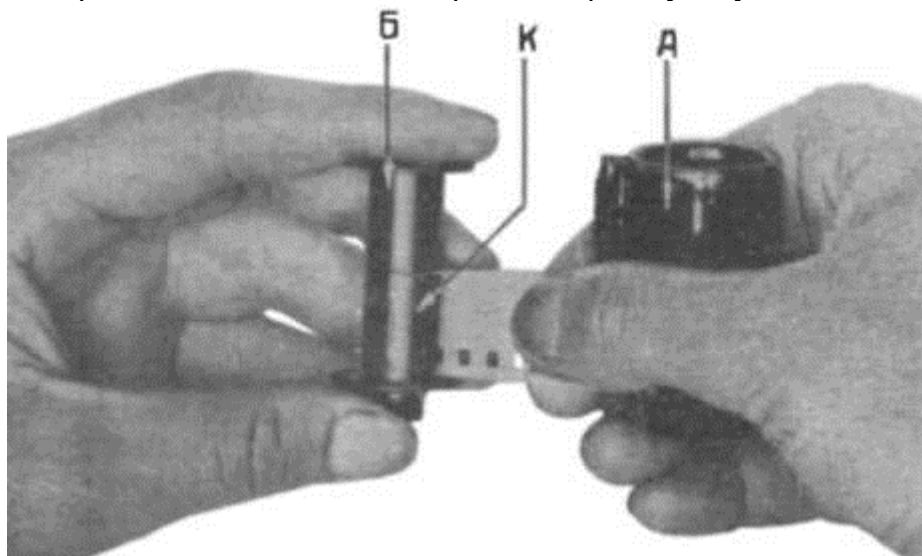

Рис. 10
3. Возьмите катушку «Б» в левую руку, а заряженную кассету в правую и, как по казано на рис. 10, укрепите конец пленки под пружину «К» катушки. Обратите внимание, чтобы несрезанная сторона пленки плотно была прижата к фланцу катушки.